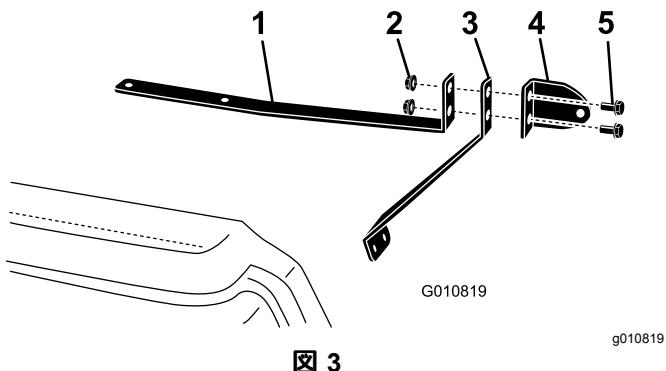

図 3
- 上下のミラーブラケットに、ミラーマウントを組み付けるボルト $5/16" \times 3/4"$ 2本、フランジナット $5/16"$ を使用して 図 3 のように取り付ける。